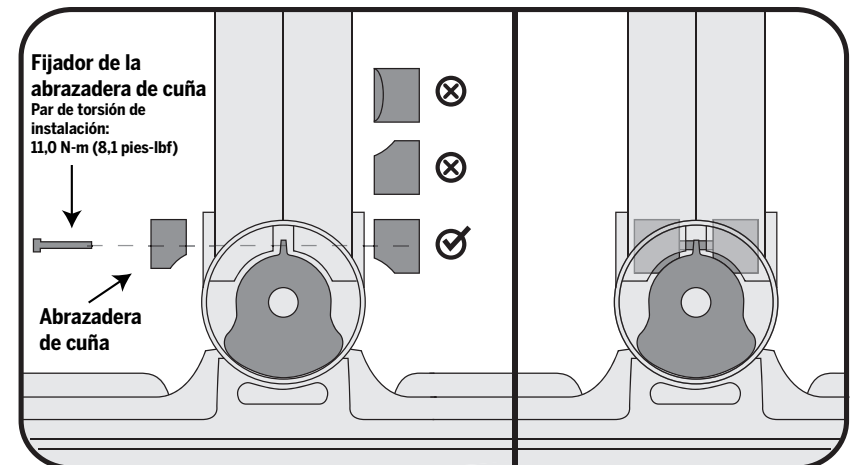

Figura 4. Asegúrese de que la abrazadera de cuña esté instalada con el lado curvo hacia abajo
7. Si las abrazaderas de cuña no están instaladas, colóquelas con el lado cóncavo hacia abajo en cada costado de la base de la barra de dirección LeanSteer y enrosque ligeramente el fijador. Consulte la figura 4.